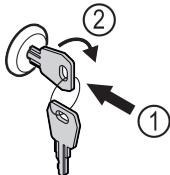

Fig. 115
- Zatlačte klúč Fig. 115 (1).
- Otočte klúč o 90° v smere hodinových ručičiek Fig. 115 (2).